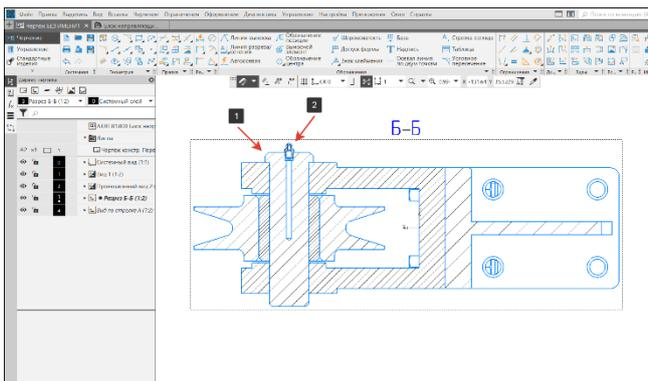

Рисунок 394 – «Нерезаемые» компоненты
При построении в ассоциативном чертеже разрезов и сечений (местных разрезов и сечений) модели с компонентами может потребоваться, чтобы некоторые компоненты, попавшие в секущую плоскость, отображались нерезанными (ось (1) и масленка (2) (Рисунок 394)).